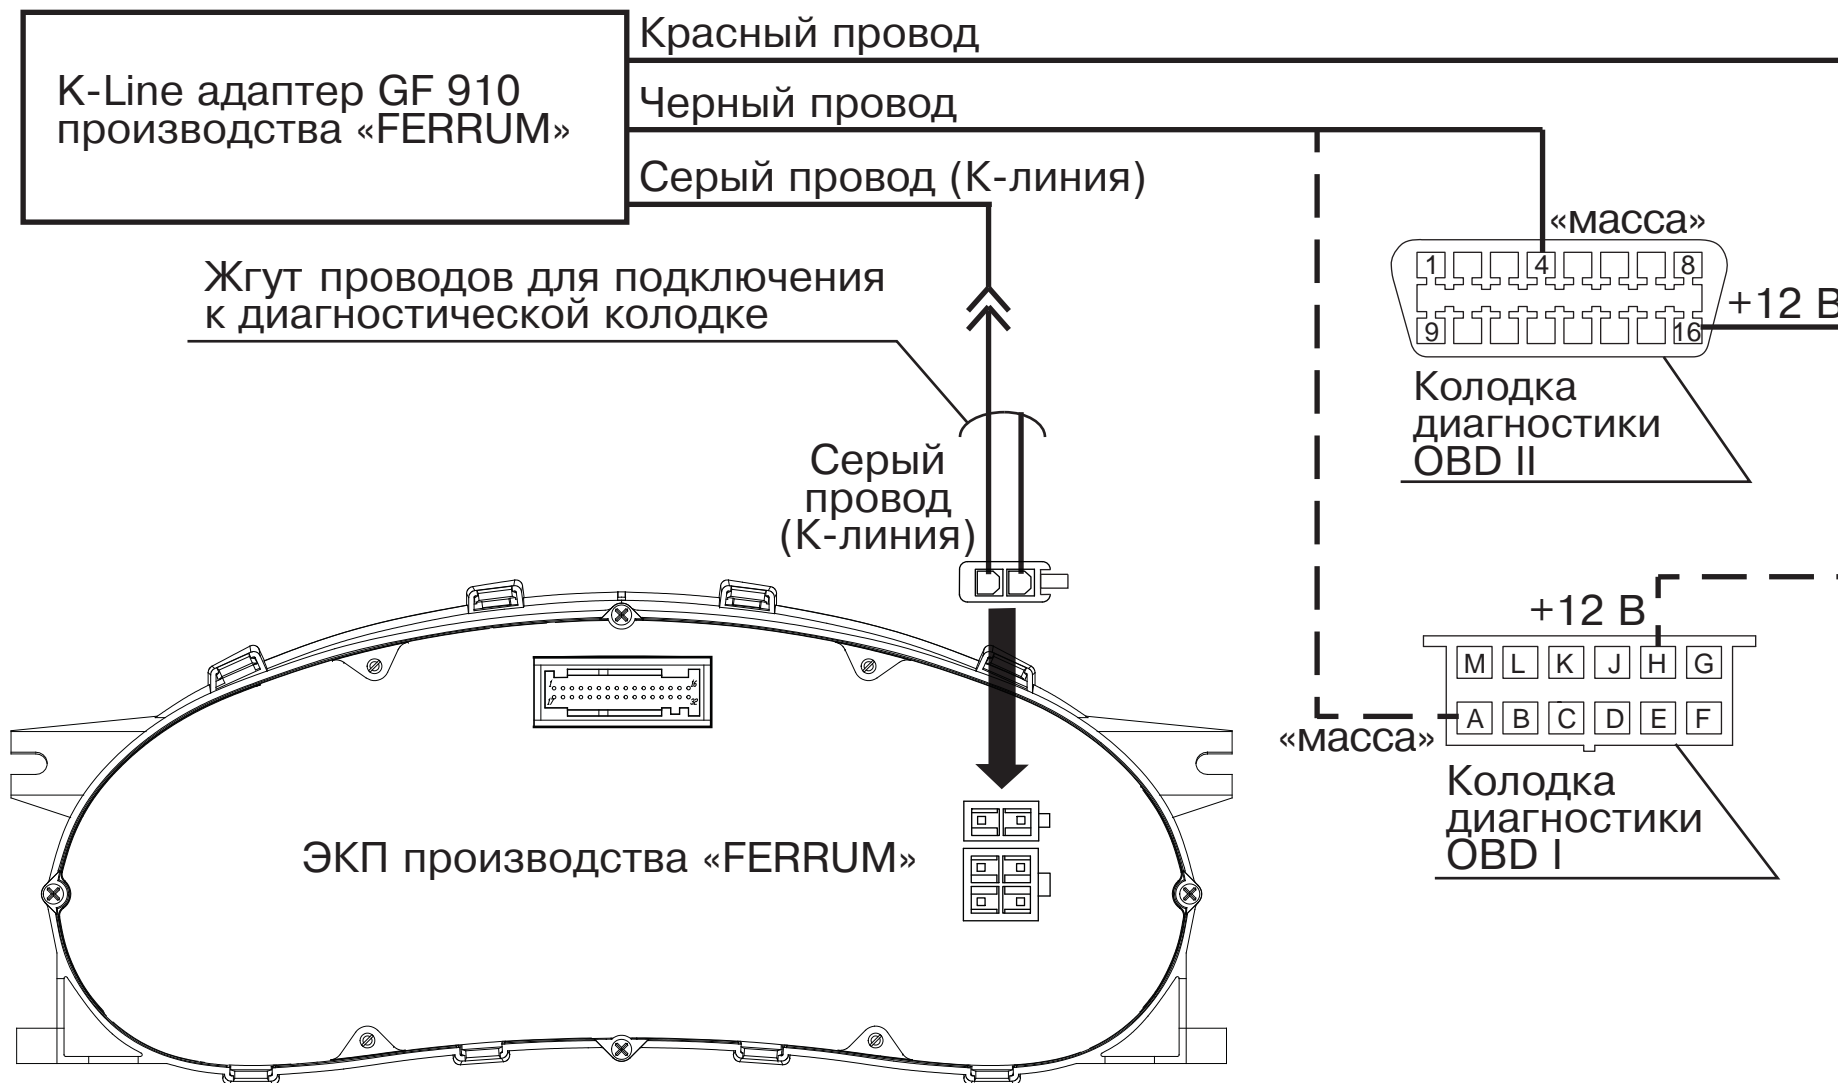

Рис.2 Схема подключения GF 910
- 3.1 Извлечь из колодки диагностики автомобиля контакт K-Line Вашего БК или ЭКП и подключить его к серому проводу адаптера GF 910 (см. Рис.2, стр. 9).
- 3.2 Подать на красный провод адаптера GF 910 «+12 В», а черный провод адаптера соединить с «массой» (см. Рис.2, стр. 9).